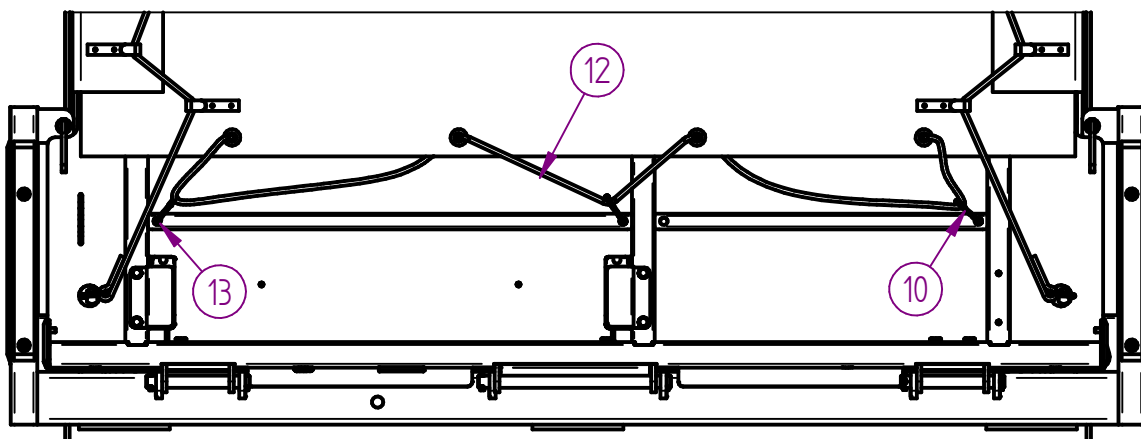

Bild 6
15. Den Gummizug [12] wie dargestellt (Bild 6) mit den S-Haken [10] in die Bohrungen an der Heckklappe [13] einhängen.